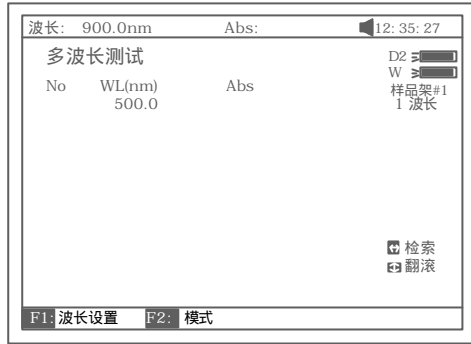

图 68
主界面中按【6】直接进入“多波长测量”界面如图 68 所示。按【ESC/STOP】退回到主界面..
- b. 图 68 中，按【LOAD】键，再按【】或【】键选择后缀扩展名为\*\*\*.mul 的文件，按【ENTER】确认即调出已存的测试结果